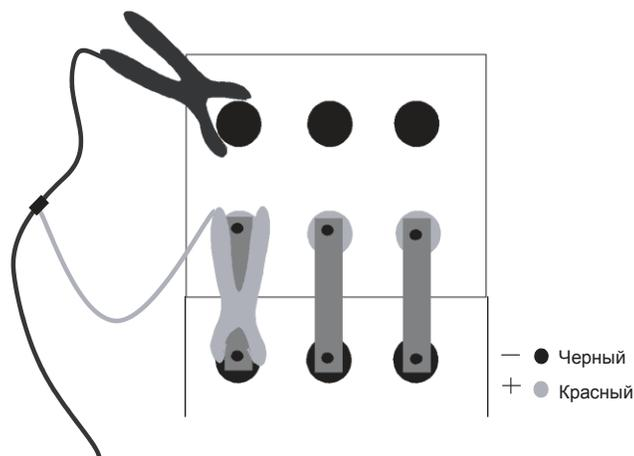

Рисунок 6. Подключение кабеля к перемычке
2. Подключите красный зажим или щуп к концу перемычки над черной (–) клеммой на следующей банке. См. *Рисунок 6*.